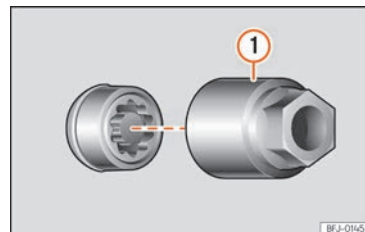

Fig. 44 Tornillo antirrobo de la rueda con capuchón y adaptador.
- Encaje el adaptador especial »» fig. 44 ① (herramienta de a bordo »» pág. 44) en el tornillo antirrobo de la rueda hasta el tope.